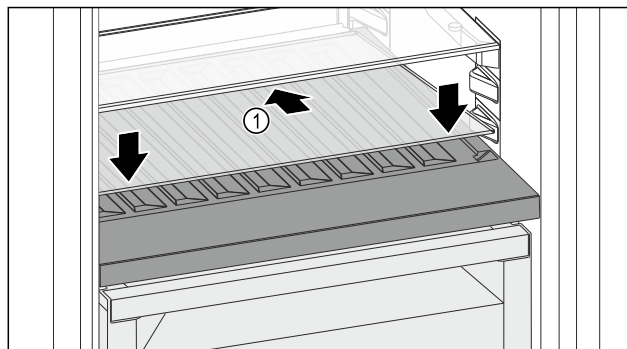

Fig. 98
- Skleněnou desku Fig. 98 (1) zasuňte šikmo a skloněnou dozadu dolů.
- Skleněnou desku Fig. 98 (1) vpředu spusťte dolů.